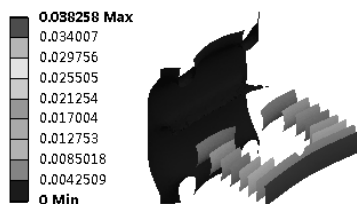

图 4-38 IsoSurfaces
- ✧ IsoSurfaces: 等高显示相同值域, 如图 4-38 所示。